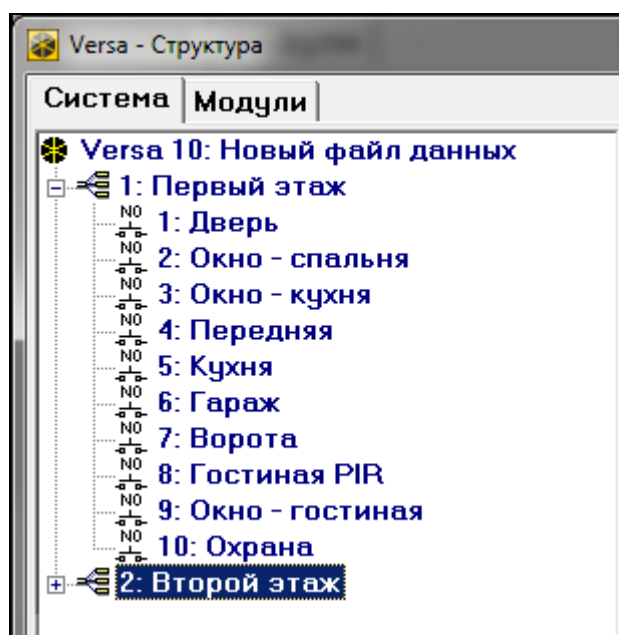

Рис. 6. Программа DLOADX: список групп зон и зон в виде дерева в закладке «Система», в окне «Versa – Структура».
- программы DLOADX: окно «Versa – Структура» → закладка «Система». Разделы и зоны отображаются в виде дерева с левой стороны окна (рис. 6). Кликните по разделу для настройки.
- окно «Versa – Структура» → закладка «Система». Разделы (группы зон) и зоны отображаются в виде дерева с левой стороны окна (рис. 6). Кликните по зоне, параметры и опции которой должны настраиваться.